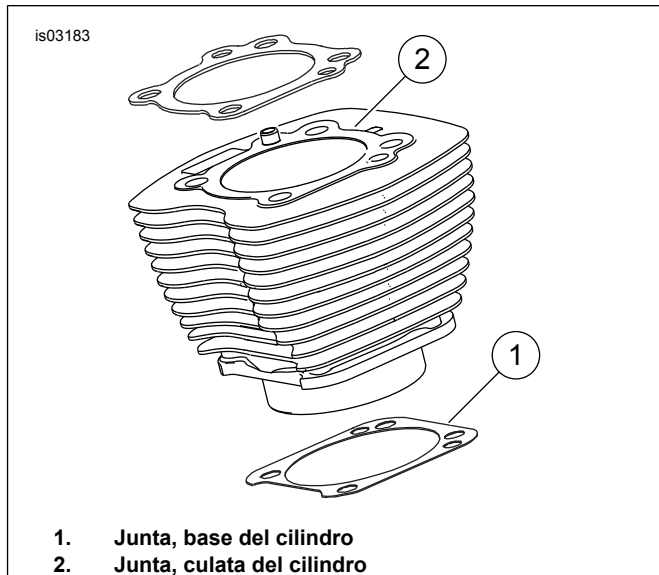

Figura 1. Juntas de los cilindros
Figura 1. La junta de la base del cilindro (1) de 103,12 mm (4,060 pulg.) y la junta de la culata del cilindro (2) eliminan la necesidad de o-rings. No utilice o-rings en los pasadores de localización del cilindro ni en las lumbreras del cilindro.